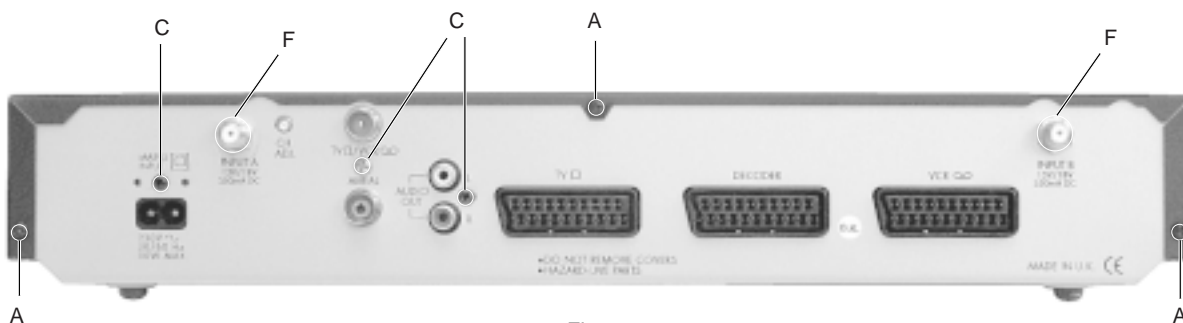

Fig. 1
- 3 Schrauben **A** herausdrehen (Fig. 1).
- Undo 3 screws **A** (Fig. 1).
- 3 Schrauben **C** an der Rückseite herausdrehen (Fig. 1).
- Undo 3 screws **C** from the rear panel (Fig. 1).